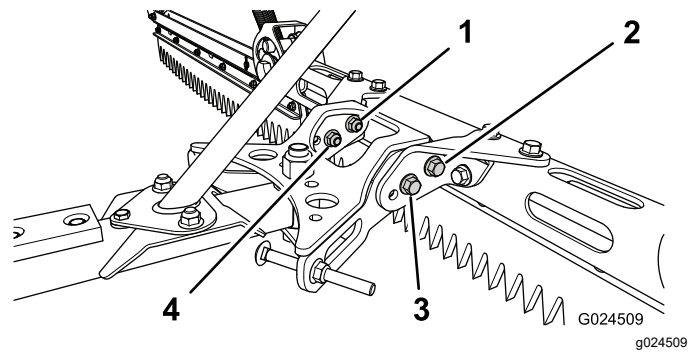

図 24
1. レーキ・アセンブリをブラケットに固定している前側ナットとボルトを外す 図 24。